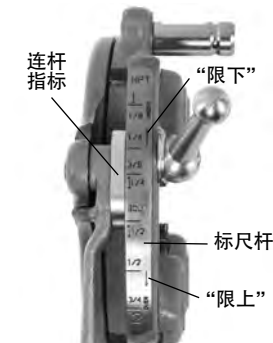

图9 - 调节螺纹尺寸
3. 先将连杆上的指标线与标尺杆上的尺寸标记对齐。在Mono和Bolt牙模头上，将连杆标记设置在标尺杆内的线处。对于使用通用牙模头的螺栓螺纹，将所有螺栓板牙设置在标尺杆上的BOLT线处（图9）。